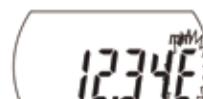

Fig. 5
2. Para los tipos Digimatic, la letra "E" al final de la pantalla que aparece momentáneamente durante el movimiento del eje no indica una falla. Sin embargo, si se muestra continuamente, es necesario repararlo. (Fig. 5)